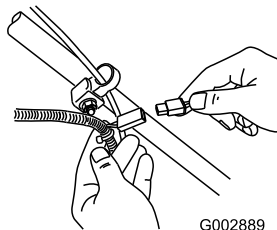

Figura 40
1. Conecte el cargador al arnés de cables del cortacésped, situado debajo de la llave de contacto (Figura 40).